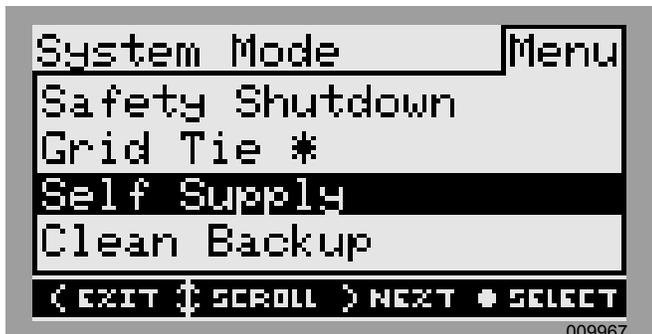

Figura 6-4. Selección de modos de funcionamiento (3 de 4)
3. Consulte la Figura 6-4. Use las flechas hacia arriba y hacia abajo para resaltar el modo deseado y presione el botón central para seleccionar.